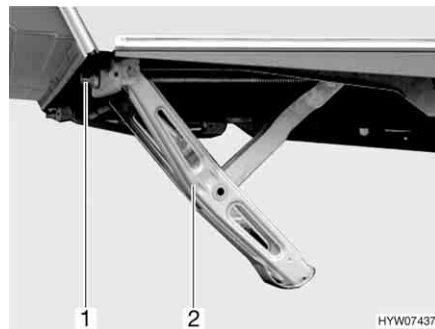

Bild 23 Kurbelstütze heruntergekurbelt
- Die serienmäßig beigelegte Handkurbel auf den Sechskant (Bild 23,1 oder Bild 24,1) der Kurbelstütze (Bild 23,2 oder Bild 24,2) stecken.